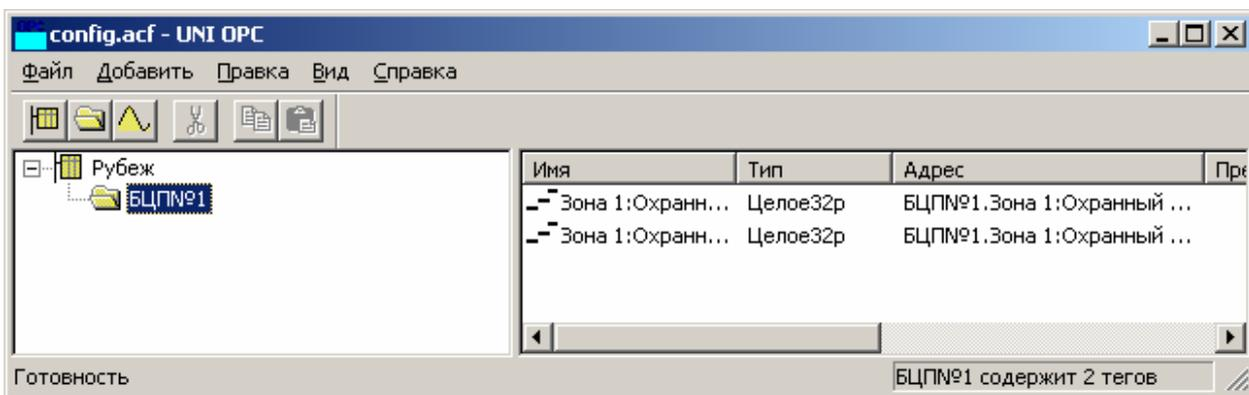

Рис. 1 Вид окна OPC сервера
3. Вызовите контекстное меню этого устройство правой кнопкой мыши. Выберите пункт **Создать теги автоматически**. В структуре появятся БЦП, сконфигурированные в ПО «Рубеж-08». Окно сервера примет вид, показанный на Рис. 1.